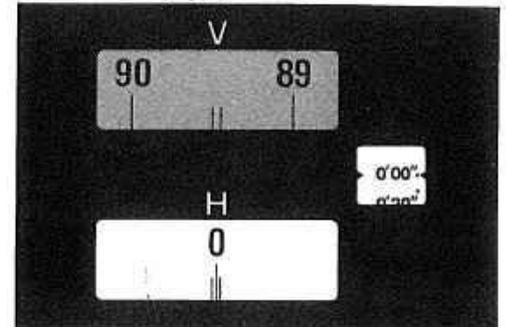

図19
- 3) 水平固定つまみ⑧を締め、水平微動つまみ⑨で正確に固標指標の中央に $0^{\circ}$ の目盛線を入れます。(図19)